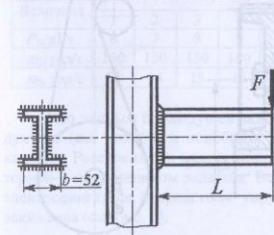

Рис. 56
1. Рассчитать сварное соединение двутавровой балки (№ 16) с колонной (рис. 56) по данным табл. 56.